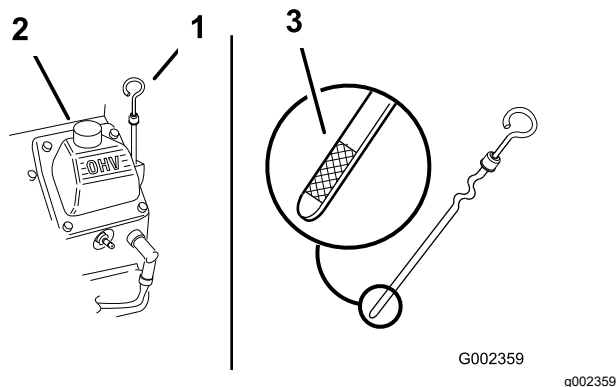

Figura 44
2. Limpie alrededor de la varilla de aceite (Figura 44) para que la suciedad no pueda penetrar por el orificio de llenado y causar daños en el motor.
3. Retire la varilla, límpiela, y vuelva a colocarla, asegurándose de que quede bien asentada (Figura 44).
4. Retire la varilla y compruebe el nivel de aceite. El nivel del aceite debe encontrarse entre las marcas "F" (lleno) y "L" (bajo) en la varilla (Figura 44).
5. Si el nivel de aceite está por debajo de la marca "L" (bajo), retire el tapón de llenado (Figura 44) y añada aceite hasta que el nivel llegue a la marca "F" (lleno) de la varilla.